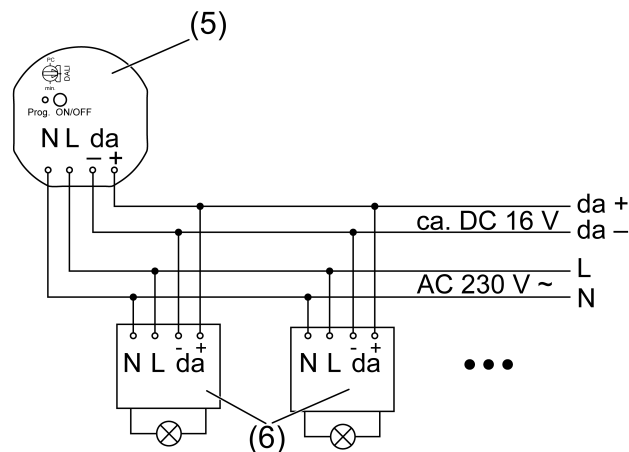

Imagen 2: Ejemplo de conexión
- Conectar el aparato de control (5) y los cebadores electrónicos DALI (6) según el ejemplo de conexión (Imagen 2). Tener en cuenta para ello las indicaciones del fabricante de los cebadores electrónicos.
- Colocar el aparato de control en la caja para mecanismos de manera que la tecla **Prog** (2) y el LED de estado (3) queden visibles.